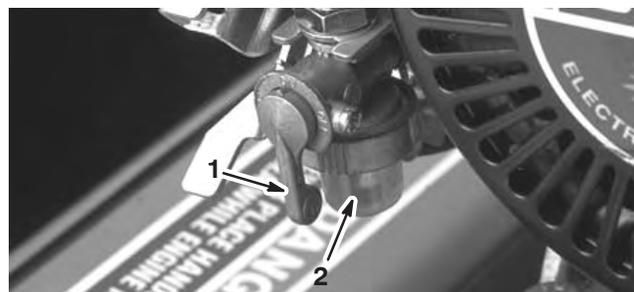

Figure 33
1. Fermez le robinet d'arrivée de carburant et dévissez la cuvette du corps du filtre (Fig. 33).